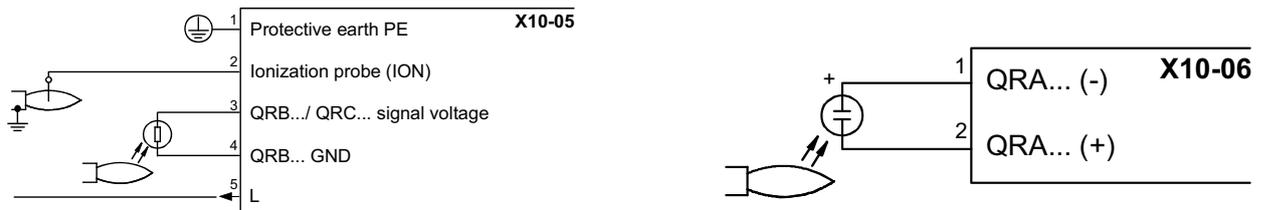

Рис. 32
- Проверить и аккуратно почистить фотозлемент улавливания пламени и, если необходимо, заменить его. В случае возникновения сомнения, проверить контрольный контур, после того, как горелка будет вновь запущена, согласно схеме на Рис. 32;
Чтобы проверить ток у контрольного электрода, следовать схеме на Рис.32. Если электрический импульс ниже указанного значения, проверить положение контрольного электрода или фотоэлемента, электрические контакты и, при необходимости, заменить электрод или фотоэлемент.